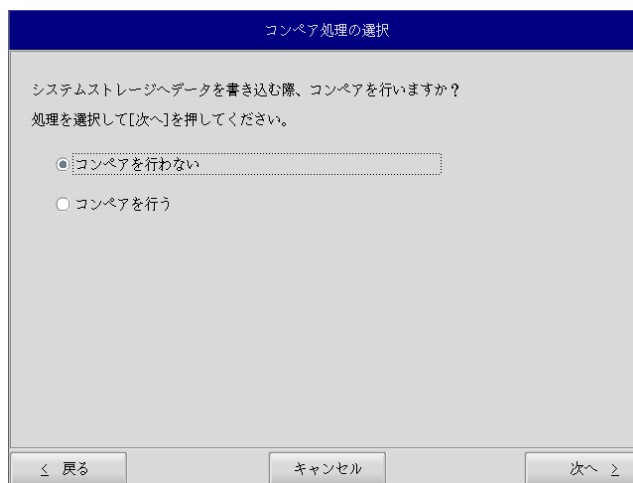

図 6-2-6. コンペア処理選択画面
- ⑩ コンペア処理の選択画面(図 6-2-6)が表示されます。